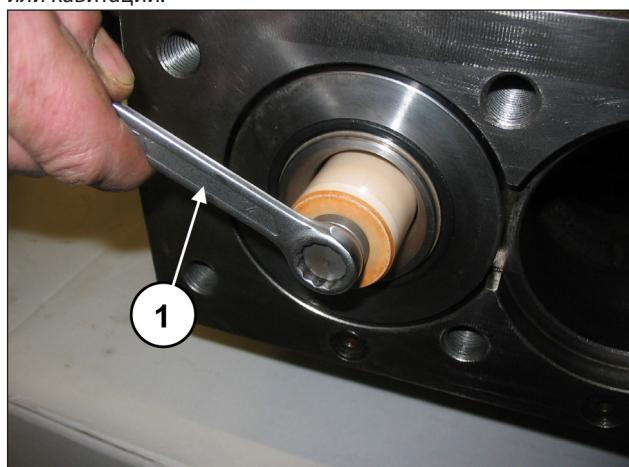

Рис. 138
Демонтируйте поршни, открутив крепежные винты (поз. ①, Рис. 138).